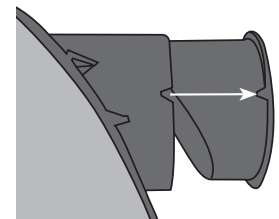

figure 4
3. Remove the cap on the right air intake and put it on the left air intake. Making sure that the tabs are aligned with the notches, push the cap completely in (see figures 4 and 5).
Retirer le bouchon de l'entrée d'air droite et le mettre sur l'entrée d'air gauche. En s'assurant que les encoches sont alignées, enfoncer le bouchon au maximum (voir figures 4 et 5).